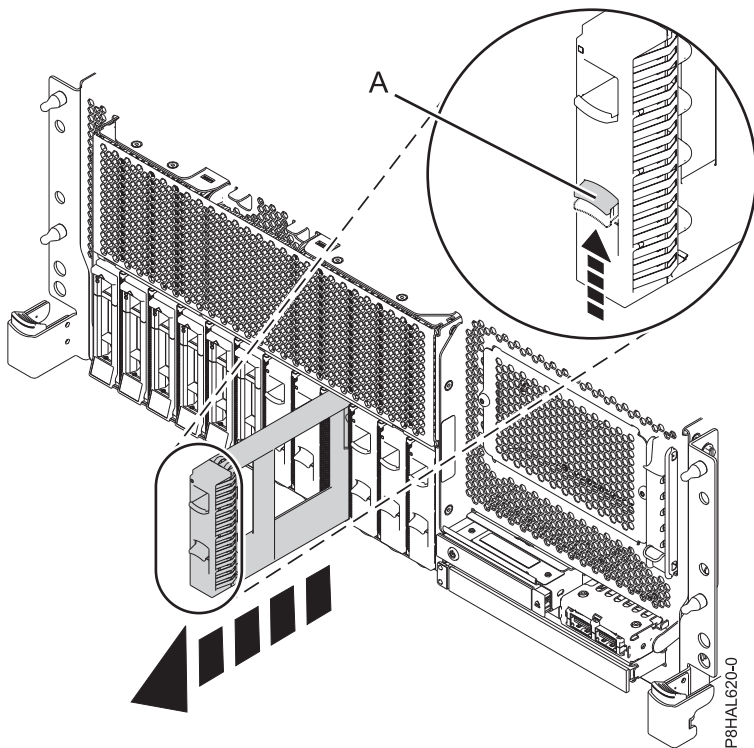

Figura 45. Extracción de un panel de relleno de unidad de disco de un sistema de función base montado en bastidor
- a. Empuje el pestillo (A) en el asa del panel de relleno en la dirección que se muestra en la Figura 45.